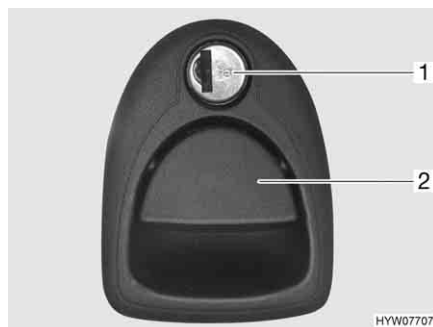

Fig. 44 Serratura dello sportello con impugnatura
- Inserire la chiave nel cilindro della serratura (Fig. 44,1) e ruotare di un quarto di giro. La serratura dello sportello è sbloccata.
- Tirare la maniglia della serratura (Fig. 44,2). In questo modo si apre lo sportello esterno.